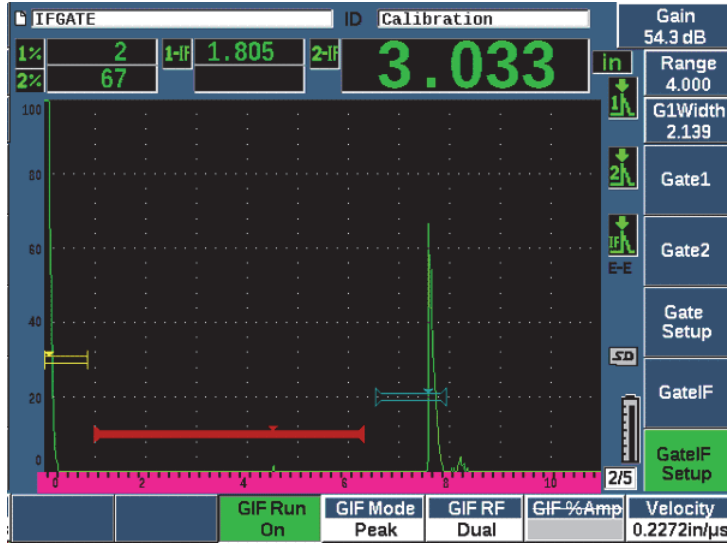

Figure 11-34 Réglage du mode RUN de la porte d'interface
3. Servez-vous de la molette de réglage ou des flèches pour régler le paramètre à **On** (Activé) [voir la Figure 11-34 à la page 299].